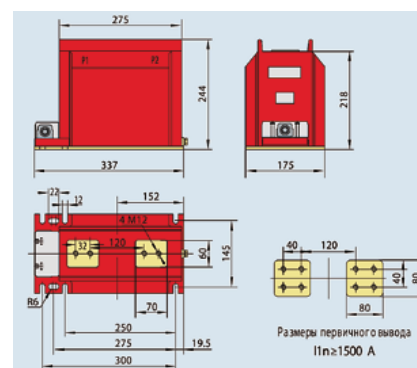

Рис. 6.1 Размеры трансформатора тока LZZBJ9-12/175b/2
6.1 Внешний вид и размеры трансформатора тока LZZBJ9-12/175b/2 (см. рис. 6.1)